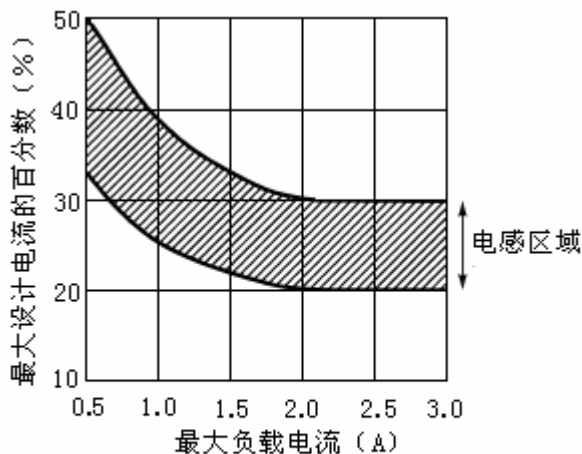

图15
5. 电感的选择：所有的调节器都有两种基本工作方式：连续型和非连续型，两者之间的区别在于流过电感的电流的不同，或者是连续流过，或者是在一个开关周期内经过一段时间后变为 0。每一种工作模式都有可以影响调节器性能和需求的不同特点。当负载电流很小时，许多设计中都采用非连续模式。HYM2596 既可以用于连续型也可以用于非连续型，在多数情况下，人们喜欢用连续模式，它能够提供更的输出功率，同时，峰值开关电流、电感电流、二极管电流和输出纹波电压很小，但是，这就需要更大的电感以维持流过电感中的电流的连续性，尤其是在输出伏在电流小或输入电压很大的情况下。为了简化选择电感的过程，请参阅图 4~图 8。这是在假定调节器工作于连续模式，并且电感的纹波电流的峰峰值为设计的最大输出电流的某个百分数，这个电感纹波电流峰峰值的百分数不是固定的，它可以随着不同的负载电流而改变。如图 15 所示。当工作在连续模式时，电感电流波形从三角波到锯齿波变化（有输入电压决定），而电流波形的平均值等于输出的直流负载电流。